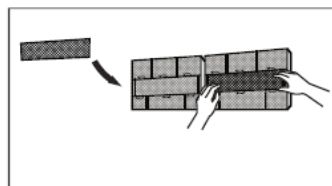

fig. 16 -
4. Verwijder het luchtreinigingsfilter aan de achterkant van het hoofdfilter ("fig. 16 -") en reinig het met een stofzuiger.